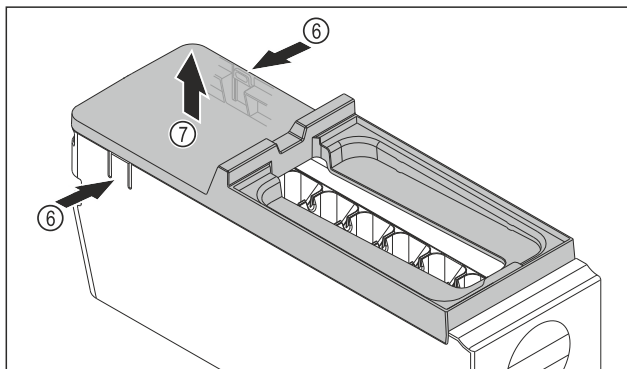

Fig. 243
- ▶ Snemite pokrov glavnega dela EasyTwist-Ice: Spono Fig. 243 (6) na obeh straneh glavnega dela EasyTwist-Ice pritisnite z eno roko.
- ▶ Pokrov Fig. 243 (7) z drugo roko dvignite in odstranite.